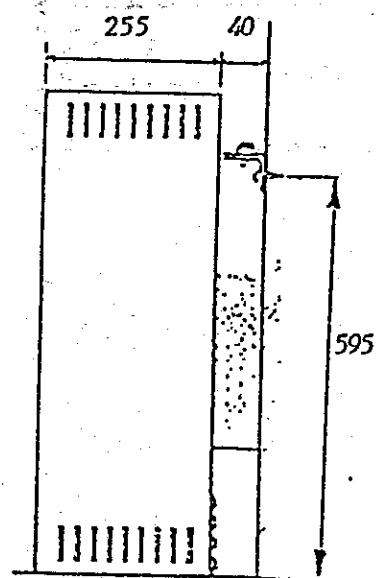

Fig 2
On tiendra l'appareil écarté du mur en utilisant le distancier prévu à cet effet (fig. 2) et on veillera à bien dégager l'entrée et la sortie d'air.
Het toestel moet van de muur verwijderd opgesteld worden met gebruikmaking van het hiervoor voorziene afstandsstuk (fig. 2) terwijl erop gelet moet worden in- en uitlaat van de lucht goed vrij te houden.
1. Enlever le panneau latéral droite (H) fixé par 2 vis (I).
2. Enlever l'ensemble tablette (A) et panneau latérale gauche, fixée par 2 vis I.
3. Enlever le couvercle (E) en prenant soin au panneau isolant G microtherm qui se placera au stade final du montage directement sur les briques de fermeture du noyau.
4. Enlever le panneau isolant (laine de roche) supérieur (F).
7. Pour la fixation au mur, forer 2 trous de $\varnothing 6$ mm à une hauteur de 595 mm (voir fig. 2). Fixer les équerres au mur en utilisant les vis et les chevilles fournies avec l'appareil.
7. Voor de bevestiging tegen de muur, 2 gaten met een diameter van 6 mm boren, op een hoogte van 595 mm (zie fig. 2). De bevestigingshoeken tegen de muur aanbrengen met gebruikmaking van de bij het toestel geleverde schroeven en pluggen.